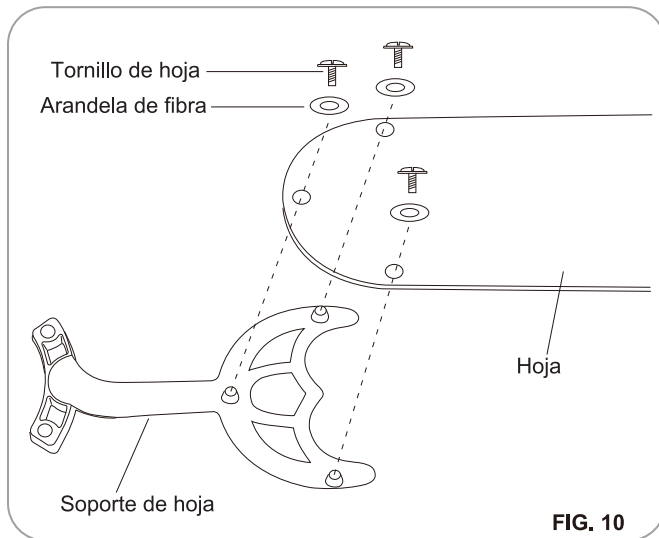

FIG. 10
Paso 1. Adjunte la hoja de ventilador a soporte de hoja con los tornillos y arandelas de fibra siempre. Apriete los tornillos firmemente. Repita el proceso para el resto de las hojas.(Fig.10)